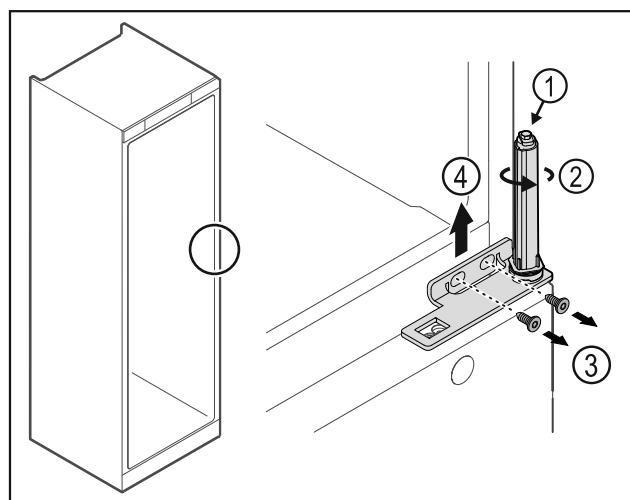

Fig. 23
- Türschließsystem nicht zerlegen Fig. 23 (1).
- Schließsystem Fig. 23 (2) drehen, bis es klickt.
- Schrauben Fig. 23 (3) lösen, Scharnierwinkel nach oben abnehmen Fig. 23 (4).